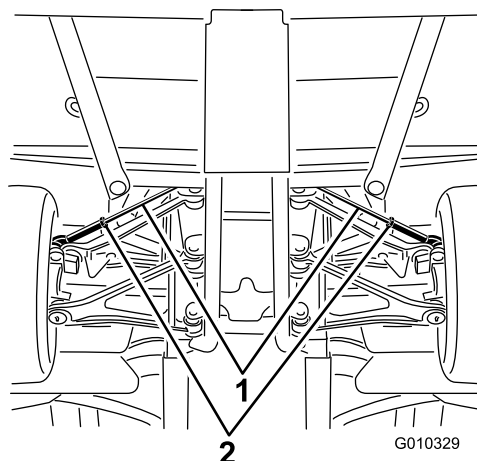

Figura 49
- A. Afloje la contratuerca del centro del tirante (**Figura 49**).